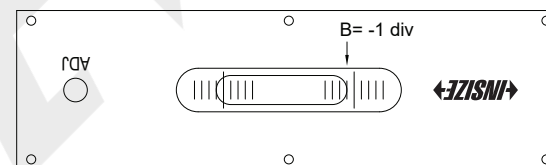

Abb. 4
d) Wenn sich die Blase nicht mehr bewegt, lesen Sie B auf der Skala ab (Abb.4).